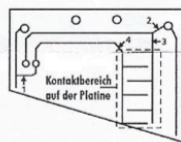

Abb. 3
- Alarmauslösung ab einer Wasserhöhe über 6 mm: Wenn Sie möchten, dass der Wasseralarm erst ab einer Wasserstandshöhe über 6 mm Alarm auslöst, z.B. weil die Kontakte ständig auf einem leicht feuchten Boden stehen, können Sie das durch Durchtrennen der Leiterbahnen an den Stellen 1 und 2 (siehe Abb. 3) verhindern, weil dadurch die Bodenkontakte ausgeschaltet werden.
- Optionale Ausschaltung des Kontaktbereiches auf der Platine: Trennen Sie die Leiterbahnen an den Stellen 3 und 4 (siehe Abb. 3) durch.
- Optionale Ausschaltung der Bodenkontakte auf der Platine: Wollen Sie verhindern, dass die Bodenkontakte, die an der Wand anliegen, auf an der Wand entstandene Feuchtigkeit reagieren, so durchtrennen Sie die Leiterbahnen an den Stellen 1 und 2 (siehe Abb. 3).